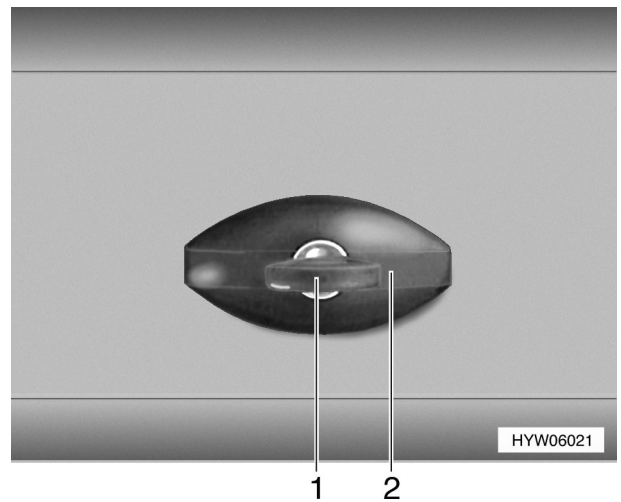

Bild 27 Klappenschloss (Variante 2)
- ▲ Bei Regen kann Wasser in das geöffnete Klappenschloss eindringen. Deshalb den Schlossgriff (Bild 27,2) wie auf Bild 27 abgebildet schließen.
- Schlüssel in Schließzylinder (Bild 27,1) stecken und eine viertel Umdrehung entgegen dem Uhrzeigersinn drehen. Schlossgriff (Bild 27,2) schnappt heraus.